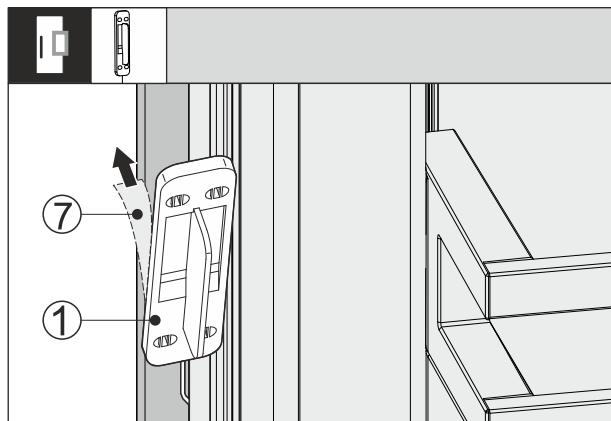

Fig. 66
- Estrarre la pellicola di protezione Fig. 66 (7) sul retro del sensore di battito in testa Fig. 66 (1).